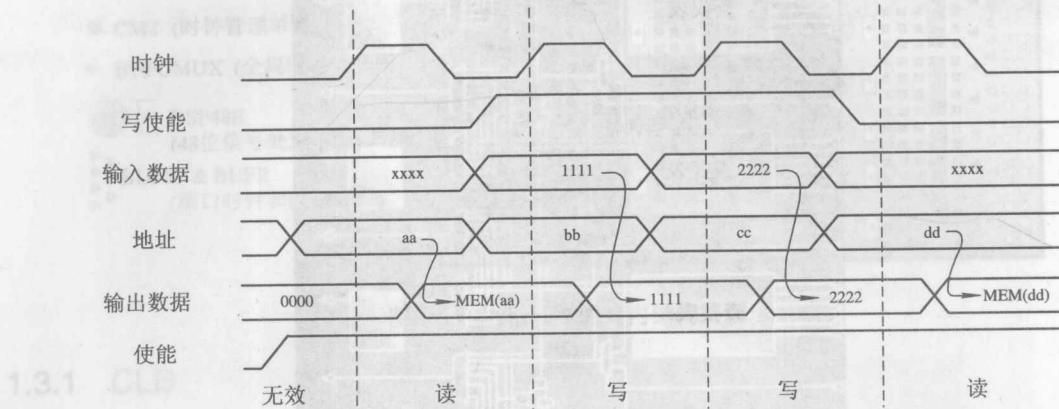

图 1.3.4 WRITE\_FIRST 时序示意图
**WRITE\_FIRST:** 如图 1.3.4 所示, 使能 EN 变高后, 开始时输出数据 DO 输出的是地址 aa 对应的值, 在输入数据 DI 出现 1111 时, 1111 写入地址 bb 对应的寄存器, 同时输出数据 DO 也输出 1111。就是说在 WRITE\_FIRST 中, 地址对应的寄存器内容和输出都会随着输入的改变而改变。